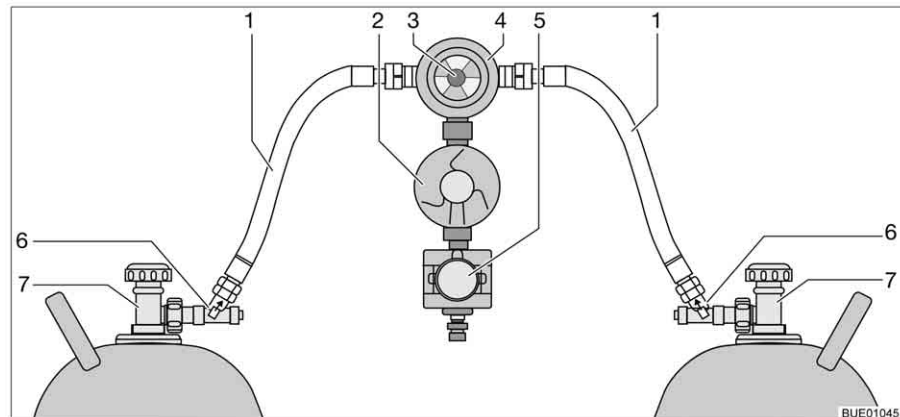

Fig. 154 Instalación de conmutación Crash-Protection-Unit
La Crash-Protection-Unit se compone de dos restrictores de desbloqueo manual (Fig. 154,6), una válvula selectora (Fig. 154,4) con regulador de presión (Fig. 154,2), una electroválvula (Fig. 154,5) y la unidad de mando con LED de tres colores. La válvula selectora está montada entre las dos gomas del gas (Fig. 154,1).
Con el botón giratorio (Fig. 154,3) en la válvula selectora se puede determinar cuál de las bombonas de gas se utilizará como bombona de servicio y cuál bombona de gas como bombona de reserva.
En la unidad de mando (Fig. 155) únicamente pueden conmutarse las funciones eléctricas. Las llaves de paso principales de las bombonas de gas (Fig. 154,7) y los desbloques (Fig. 154,6) deben abrirse a mano.
- Abrir las llaves de paso principales en las bombonas de gas (Fig. 154,7).
- Pulsar los desbloques (Fig. 154,6), uno tras otro, durante 10 segundos.
- Con el botón giratorio (Fig. 154,3) en la válvula selectora (Fig. 154,4), seleccionar la bombona de gas de la que habrá de tomarse el gas principalmente (bombona de servicio).
- Cerrar las llaves de paso principales en las bombonas de gas (Fig. 154,7).